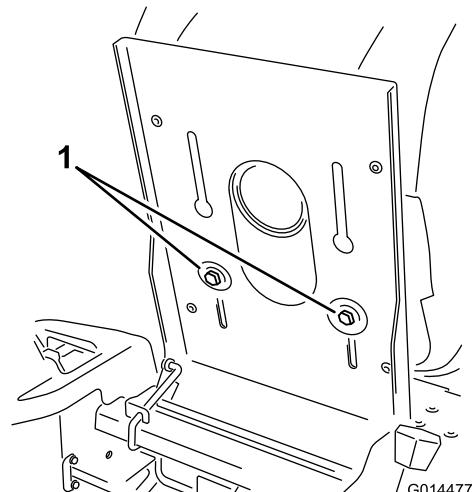

Figura 25
- Eleve o banco e desaperte os parafusos de ajuste o suficiente para mover o banco (Figura 25).